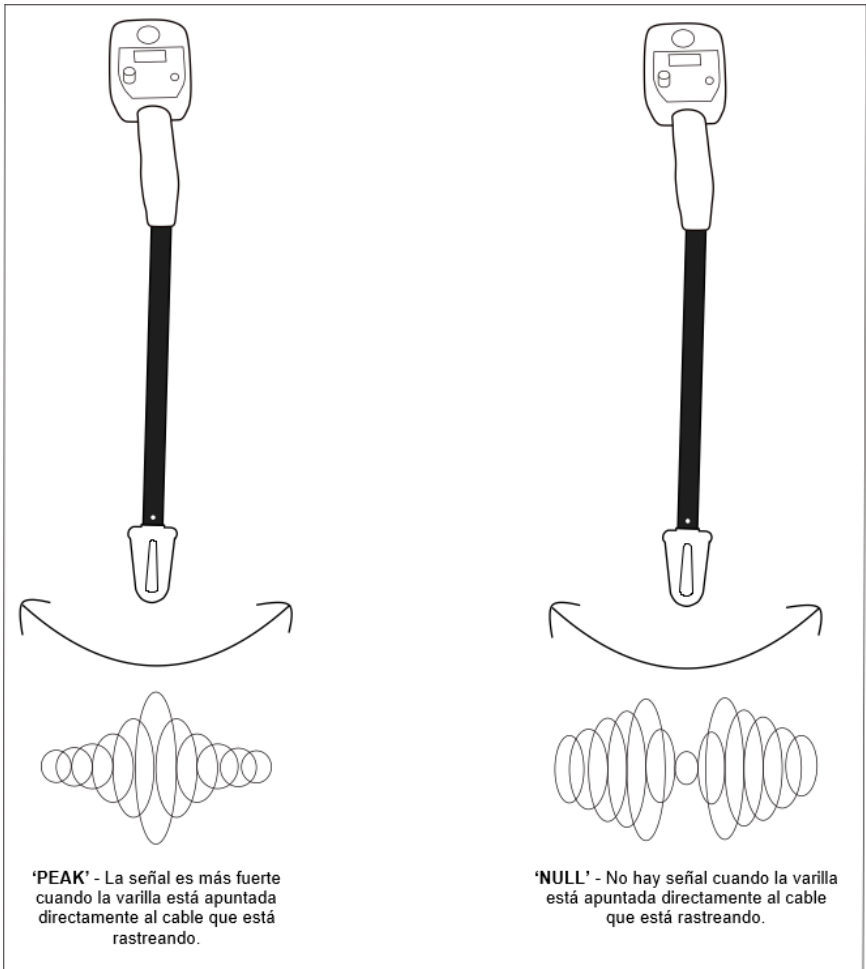

Figura 2
- Ahora, utilice la varilla receptadora para rastrear la señal de la varilla en el tubo, al igual que rastrea cualquier otro cable subterráneo. Si está utilizando la recepción de silencio (NULL), no hará señal sobre la varilla, pero sí hará pitido en ambos lados de la línea. Si está utilizando la recepción de sonido (PEAK), pitará más fuerte cuando la varilla está directamente sobre la varilla en el tubo. Vea figura 2 abajo.